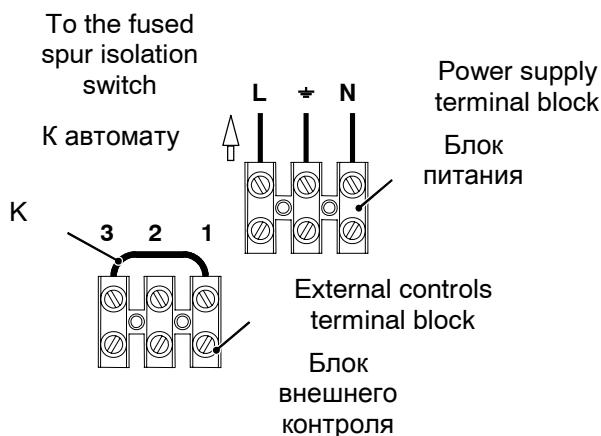

Fig. 5-14
- 13 Connect the electrical supply flexible cord coming from the fused spur isolation switch to the power supply terminal block of the boiler (Fig. 5-14) keeping the same connections for the live (brown wire) and the neutral (blue wire). External 3 A fuse or fused plug with same current rating is recommended.
- 5 Подключите кабель питания, идущий от автомата к блоку питания котла (Рис. 5.14) сохраняя правильную фазность: фаза (коричневый провод), ноль (синий провод). Рекомендуется установка внешнего ЗА предохранителя или автомата с аналогичными характеристиками.
When connecting any type of external control, the jumper K in Fig. 5-14 must be removed.